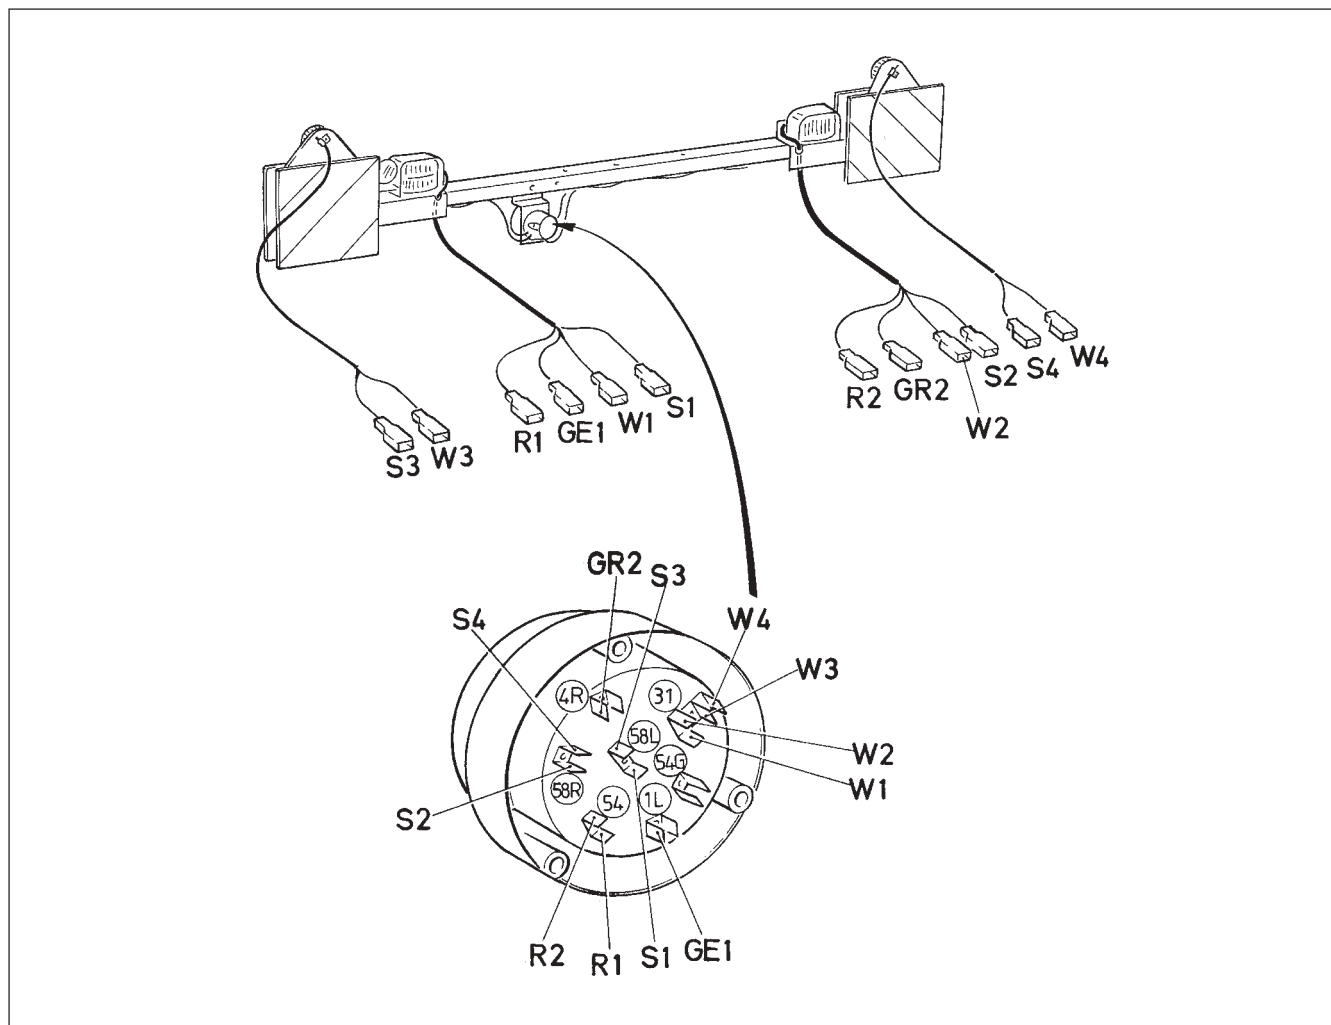
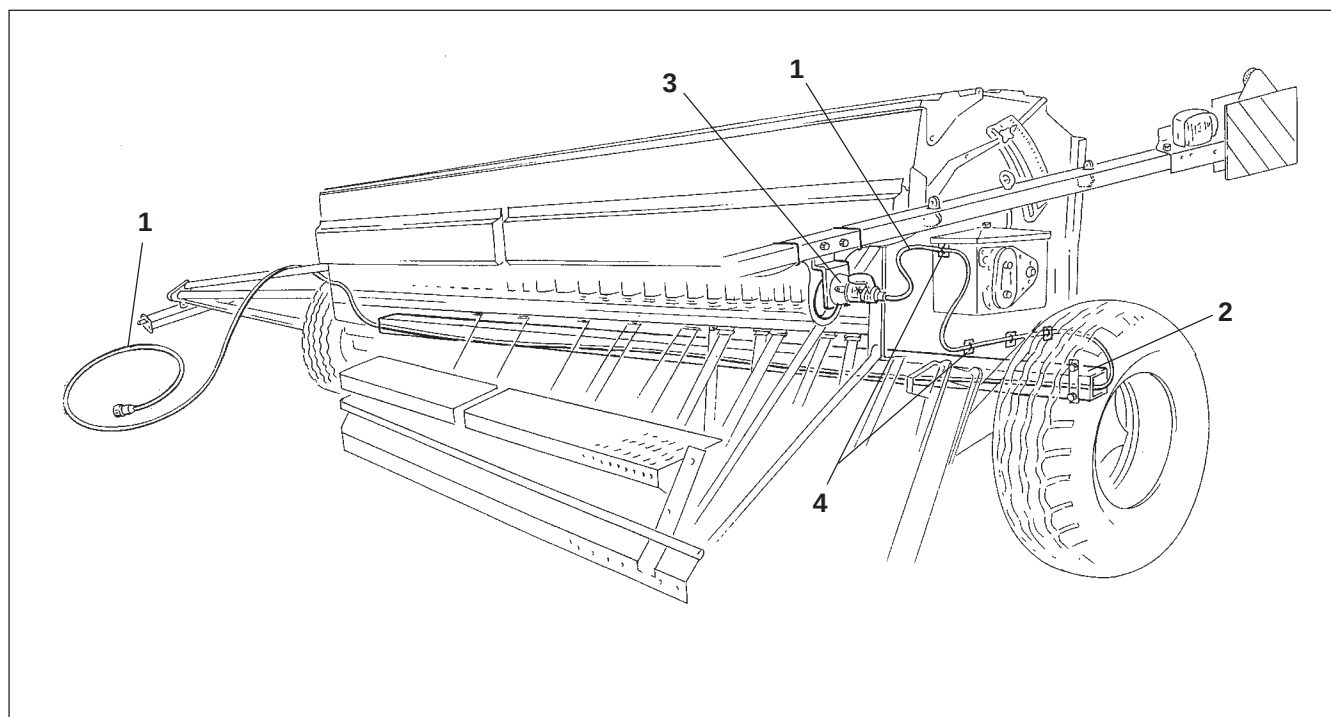

Рис. 19.16
Рис. 19.17
- Прикрутите разъем (Рис. 19.17/3) и подключите кабель освещения к разъему согласно Рис.19.16 и следующей таблицы.
- Разъем (Рис. 19.17/3) прикручивается к транспортной крепежной планке.
- Кабель освещения (Рис. 19.17/1) протянуть через главную трубу рамы (Рис. 20.17/2) сеялки.
- Осветительный кабель (Рис. 19.17/1) вставить в разъем (Рис. 19.17/3) и закрепить при помощи клемм (Рис. 19.17/4) и клейких панелей. Клейкая поверхность должна быть чистой.
- Кабель осветительных приборов (Рис. 19.17/1) подключите к трактору и проверьте дееспособность освещения.